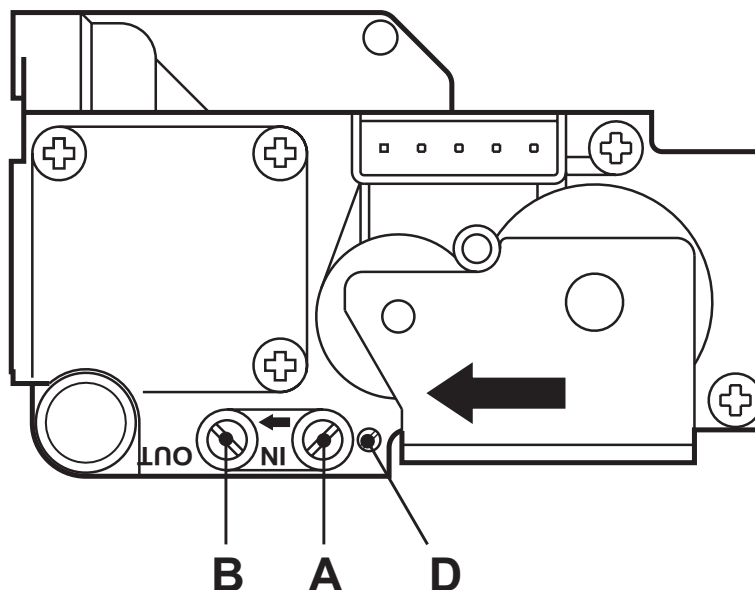

fig. 15 - Válvula de gas
- Conectar un manómetro apropiado a la toma de presión **B** fig. 15 situada aguas abajo de la válvula de gas
- Regular la presión mínima con el tornillo **"D"** fig. 15 (girar a la derecha para disminuirla y a la izquierda para aumentarla).